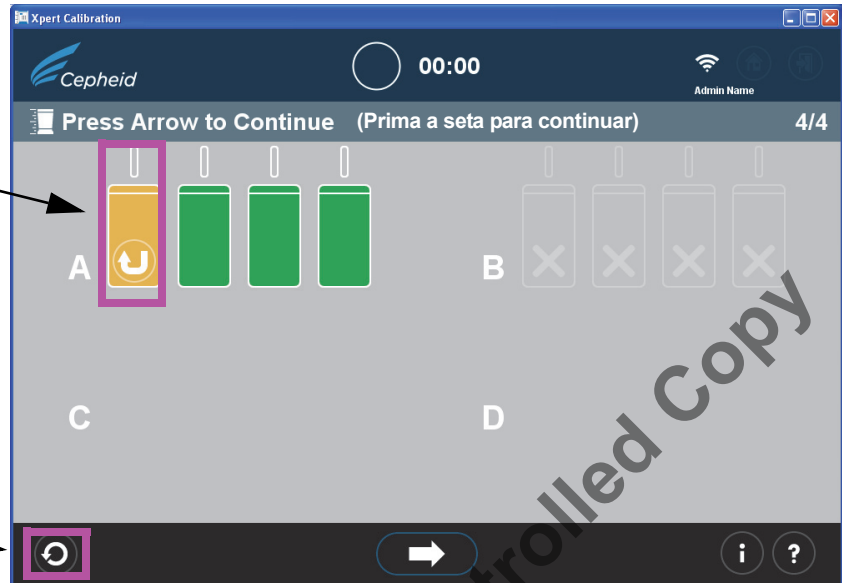
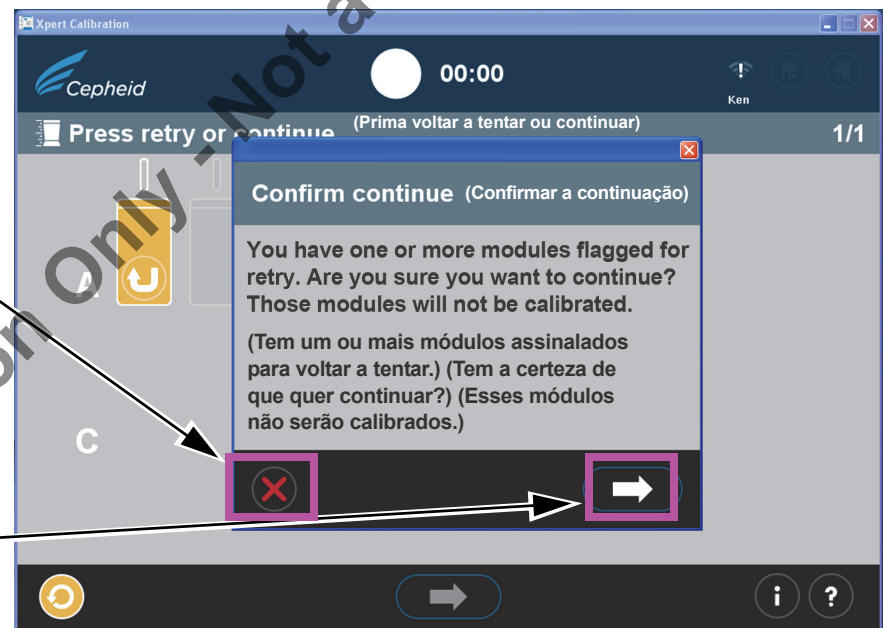

Figura 19. Ecrã Conclusão do teste — exemplo de calibração do módulo mal sucedida
Figura 20. Janela sobreposta Confirm continue (Confirmar a continuação)
18. Após a conclusão do teste, a porta do módulo abre-se e a luz por cima do módulo apaga-se. Aparecerão ecrãs semelhantes aos mostrados na Figura 18 ou Figura 19. Prima a seta para a direita para continuar.
- b. Para todos os utilizadores: Se o teste não foi bem sucedido, aparecerá o ecrã mostrado na Figura 19, mostrando o estado do módulo. É necessário voltar a repetir o teste. Clique no ícone “Retry” (Repetir) no canto inferior esquerdo do ecrã.
- c. Se a seta na parte inferior do ecrã for premida quando estiver a ser apresentado um teste de módulo mal sucedido (como mostrado na Figura 19), aparecerá o ecrã Confirm continue (Confirmar continuação). Consulte Figura 20.
- d. Se o ícone Voltar a tentar (mostrado mais acima na Figura 19, na parte inferior do ecrã) aparecer, clique no ícone Voltar a tentar e regressará ao ecrã Scan Barcode (Ler código de barras) (Figura 12) para realizar a repetição do teste do(s) módulo(s) afectado(s).